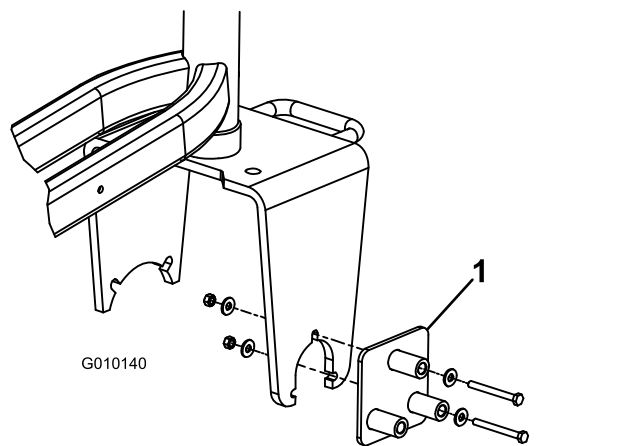

図 1
1. キャストフォークの左側にドリルガイドを取り付けるボルト 5/16" x 32 本、ワッシャ 4 枚とナットを使用する。各コンポーネントは 図 1 のように組み付ける。